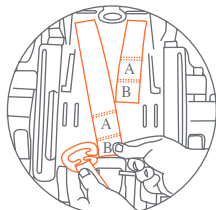

Fig. 30-2
5. Dé, vuelta el asiento, ubique la placa reguladora del cinturón cerca de la base del asiento. (Fig. 30-2) Quite los dos tirantes del arnés de la placa reguladora del cinturón. Desde la parte delantera del